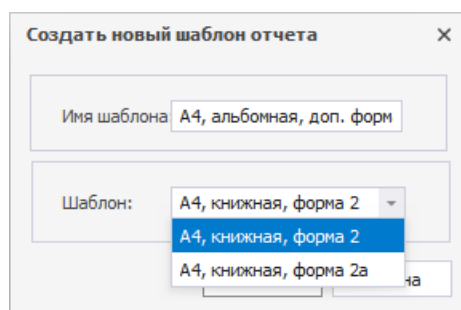

Рис. 81 Выбор шаблона
4. С помощью выпадающего списка в поле «Шаблон» выберите шаблон, который будет взят за основу при создании нового шаблона отчета, Рис. 81.